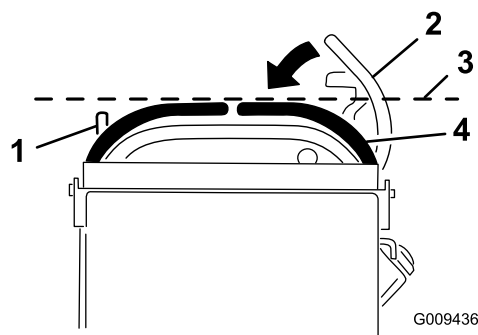

Figura 68
- Empuje la palanca de control de movimiento de la derecha hacia abajo, sacándola de la posición de bloqueo/punto muerto (Figura 68).
- Compruebe su alineación horizontal con la palanca de control de movimiento izquierda (Figura 68).